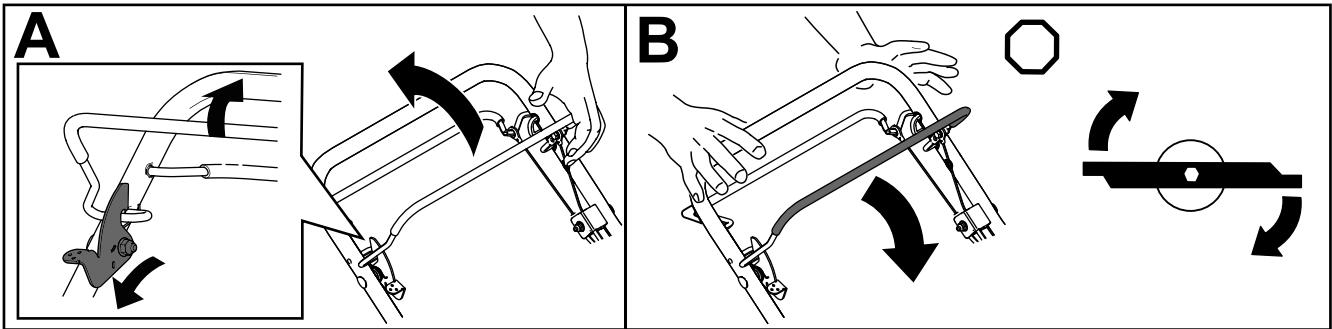

Figure 17
1. Poussez et maintenez le levier de blocage de la commande des lames en avant pour relâcher la barre de commande des lames (A de la Figure 17).
2. Serrez la barre de commande des lames contre le guidon et relâchez le levier de blocage ; la lame doit s'engager (A de la Figure 17).
3. Relâchez la barre de commande pour désengager la lame (B de la Figure 17). Le levier de blocage se réinitialise pour bloquer la barre de commande des lames.